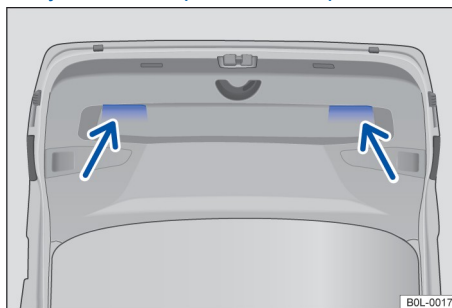

Рисунок 47. Открытая дверь багажника: скрытая ручка для закрывания двери багажного отделения
- Возьмитесь за скрытую ручку на панели внутренней отделки двери багажника → Рисунок 47 и слегка потяните дверь багажника вниз, пока она не защелкнется в замке двери багажника. → ⚠ ▶